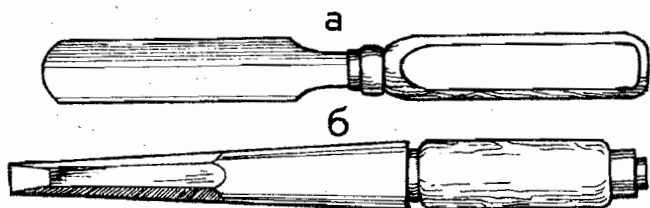

Рис. 28. Инструменты для долбления отверстий: а — стамеска; б — долото.
**Стамески и долота** (рис. 28) применяются для долбления в древесине углублений прямоугольной формы или же фигурных отверстий. Стамески применяются в основном для зачистки стенок выдолбленных отверстий и углублений, для долбления их используют только в тонких столярных работах. Долота гораздо толще стамесок и более прочны, поэтому они используются при долблении больших углублений.